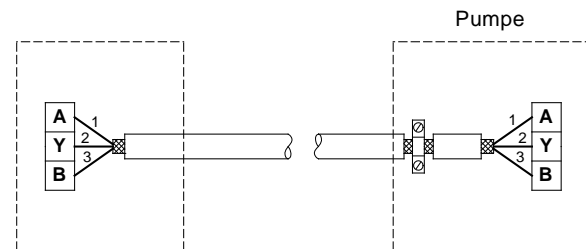

Abb. 14 Anschluss mit abgeschirmten 3-adrigem Kabel
- Hat das Gerät wie in Abb. 14 keine Kabelschelle, wird an diesem Ende der Schirm nicht aufgelegt.